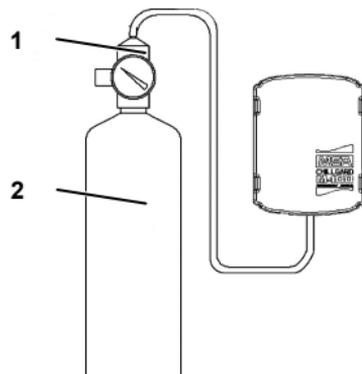

Fig. 6 Aplicación del gas de calibración
- (1) Desactivar cualquier equipo conectado a las salidas, o desconectar el cableado de las salidas.
- (2) Con el tubo conectado al regulador y a la botella, colocar el tubo en la abertura de la parte inferior del sensor (→ Fig. 6).
- (3) Abrir el regulador y aplicar el gas durante un mínimo de 5 minutos.
- (4) Si la unidad funciona correctamente, el LED rojo:
- (5) Cerrar el regulador y retirar el tubo de la abertura.
- (6) Permitir que el nivel de gas vuelva a ser normal.
- (7) Reactivar cualquier equipo conectado a las salidas, o volver a conectar el cableado a las salidas.